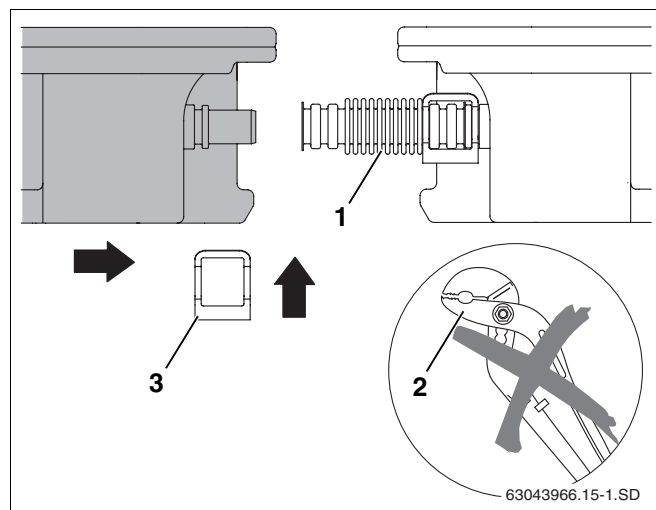

Рис. 26 Придвинуть второй коллектор к первому
- Не применяйте никаких инструментов, такие как плоскогубцы и др. (рис. 26, поз. 2). Они могут повредить гофрированную трубу.
- Второй коллектор придвинуть к первому так, чтобы его штуцеры попали в уже установленные гофрированные трубы (рис. 26, поз. 1) первого коллектора.
- Установить зажимы (рис. 26, поз. 3) на гофрированные трубы на штуцерах второго коллектора.